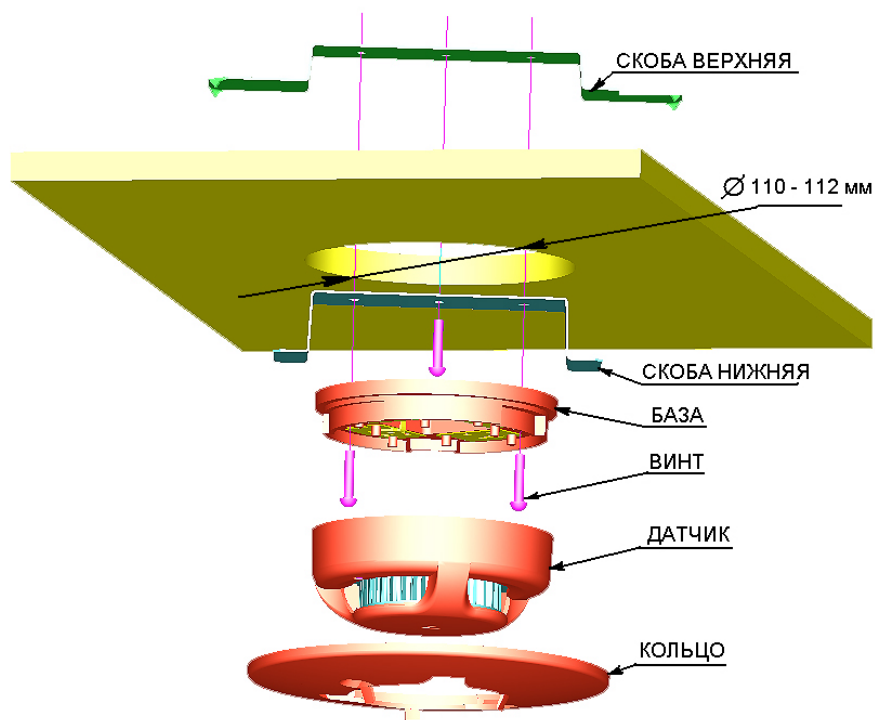

рис.1
5.2.13. Если производится монтаж ДИП к подвесному потолку (см. рис.1), то в плите потолка вырезать отверстие диаметром 110±112 мм;